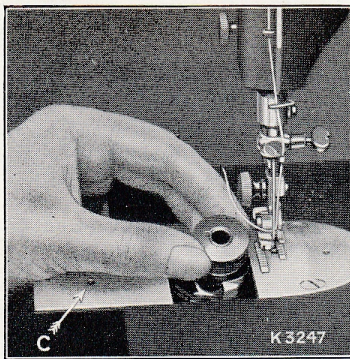

Fig. 2.
Trek de schuifplaat (C) in de hoofdplaat van de machine naar links open en verwijder de spoel met duim en wijsvinger van de linkerhand, zoals afgebeeld in Fig. 2.